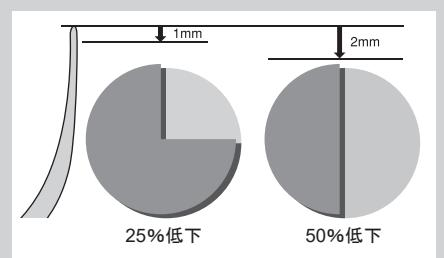

図18
- チップは消耗品です。チップの先端部が1mm摩耗すると約25%、2mm摩耗すると約50%の歯石除去効率が下がります。また、摩耗によって振動状態が変わり、歯面を傷つける恐れがあります。チップカードで定期的に摩耗の状態を確認の上、早めに新しいチップと交換してください（図18）。